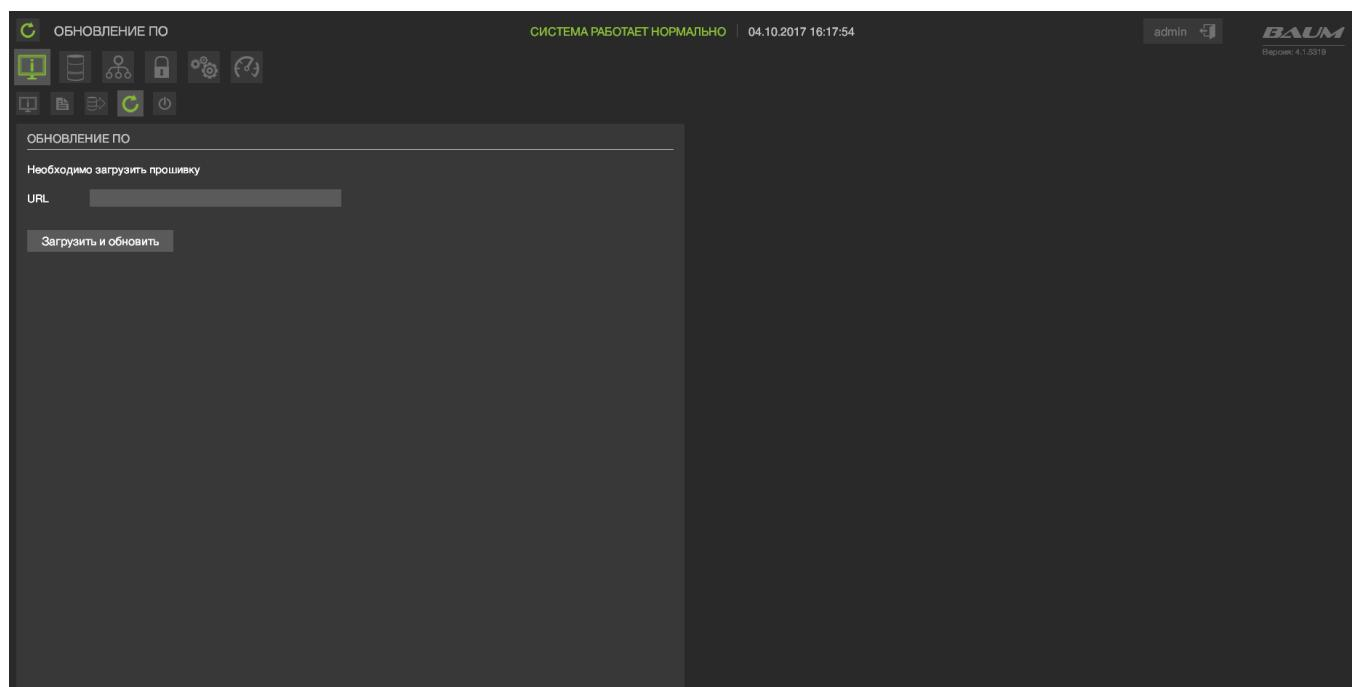

Рисунок 125 – Обновление ПО
- Перейти на вкладку «Система» → «Обновление ПО» (см. Рисунок 125)